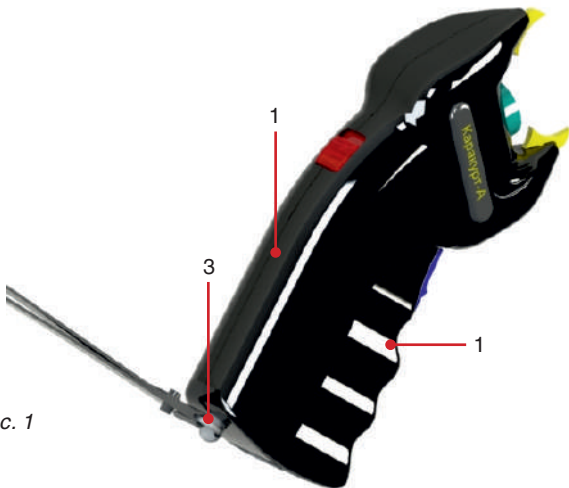

Рис. 1
1.3.1 Все исполнения ЭШУ состоят из (на примере исполнения «Каракурт-А», *рис. 1*):
- корпуса (1), состоящего из двух полукопусов;
- блока электронного (2) (не показан);
- 1- узла фиксации (3).
- снять ЭШУ с предохранителя, установив ползун предохранителя в положение «ON» (см. рис. 1);